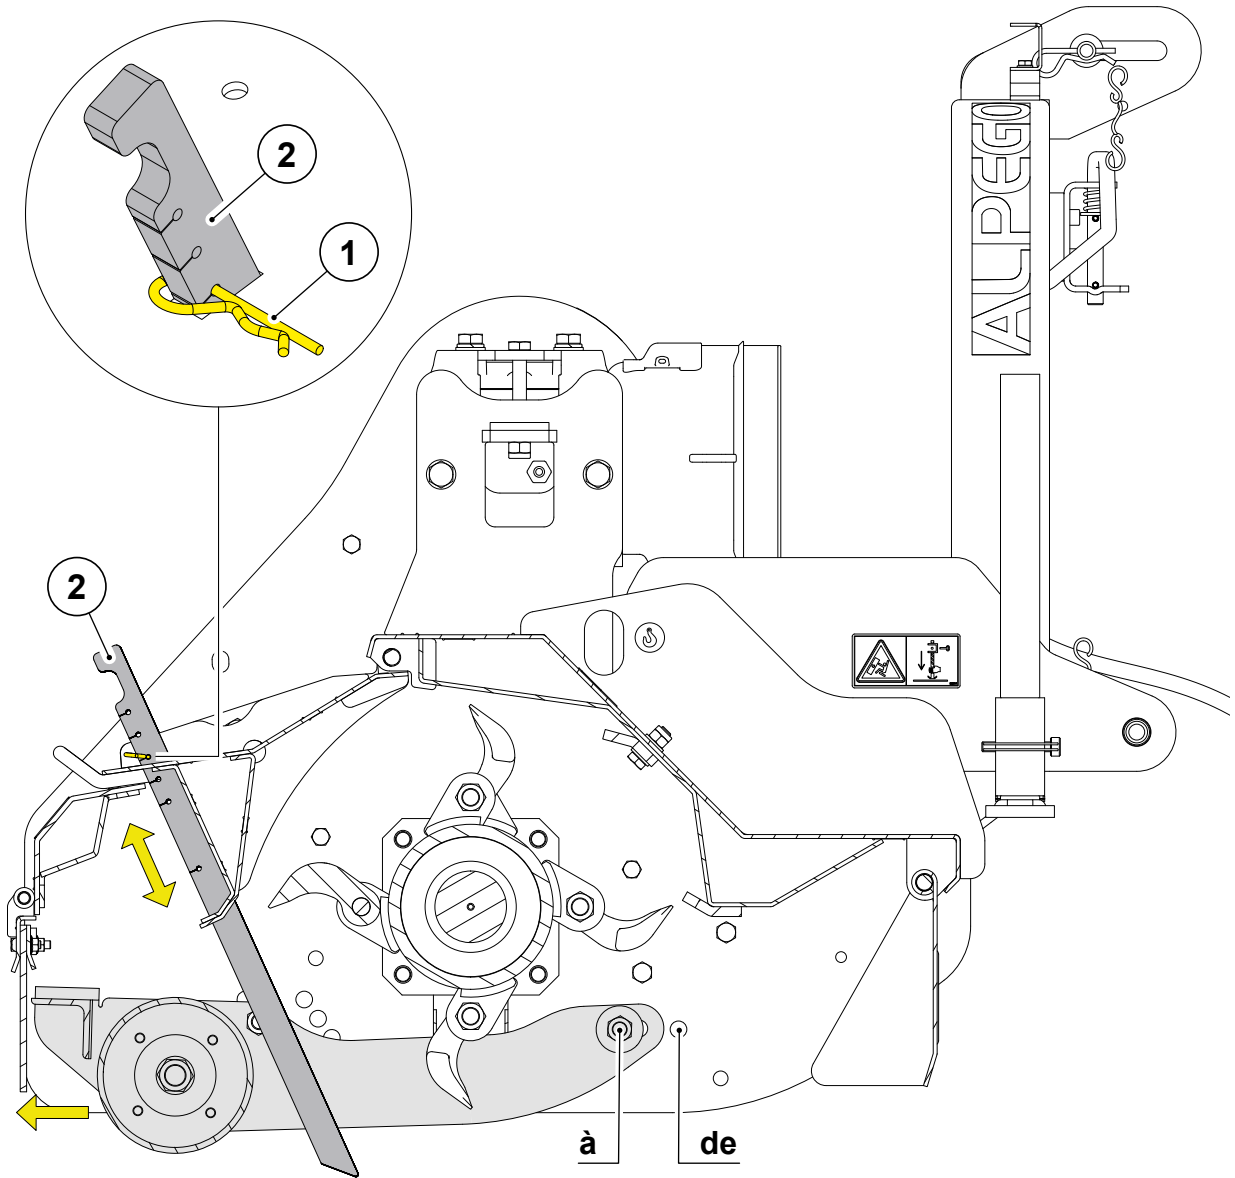

Fig. 39 Réglage du kit râteau
- Retirer la goupille (Fig.39 Dét. 1) d'arrêt du râteau (Fig.39 Dét. 2) ;
- Sélectionner la hauteur en tirant vers le haut ou en poussant vers le bas sur les râteaux de ramassage (Fig.39 Dét. 2) ;
- Réinsérer la fiche (Fig.39 Dét. 1) dans le trou de la tige de râteau le plus proche du capot.